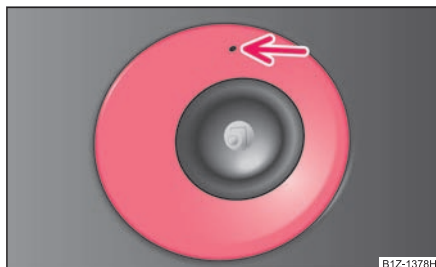

Fig. 249 Bara de protecție față: Octavia Scout
- Introduceți mânerul de sârmă din trusa de scule, în orificiul de deasupra proiectorului de ceață ⇒ fig. 249 și scoateți capacul. ■